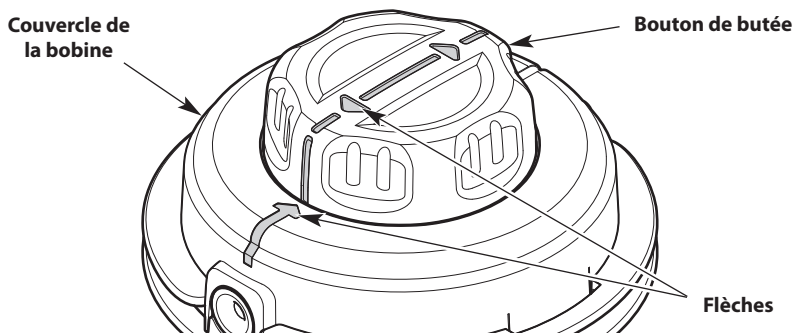

Fig. 22
- Tournez le bouton de butée pour en aligner les flèches avec celles se trouvant sur le couvercle de la bobine (Fig. 22).